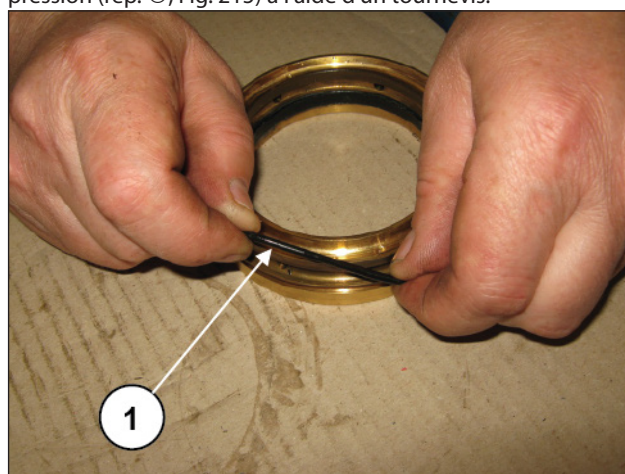
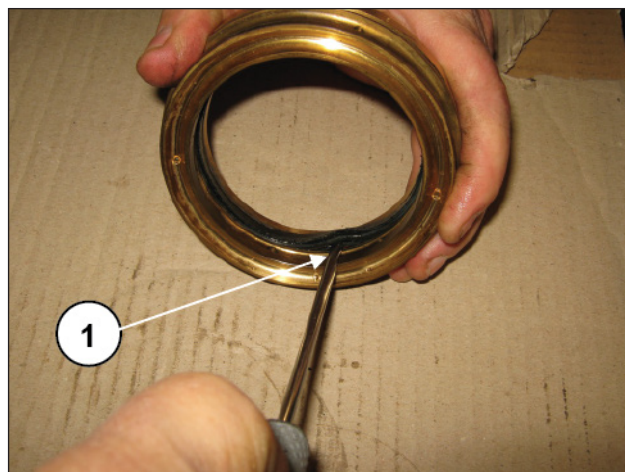

Fig. 214
Fig. 215
Déposer le joint torique (rep. ①, Fig. 214) et le joint de basse pression (rep. ①, Fig. 215) à l'aide d'un tournevis.